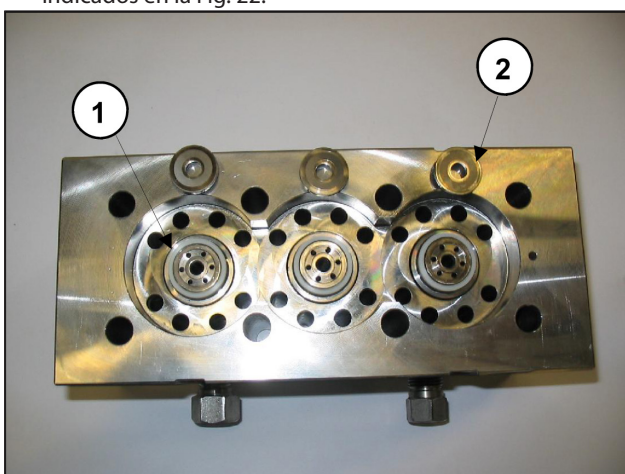

Fig. 23
Durante el desmontaje de las camisas es importante no perder las sedes de las válvulas ① ni las válvulas planas ②, como se indica en la Fig. 23, ya que al estar montadas sólo por contacto podrían caerse.